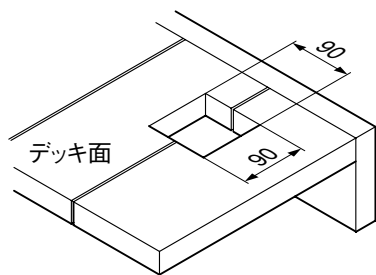
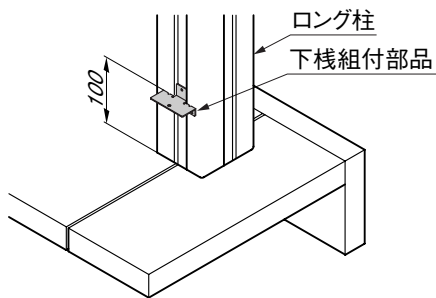

図7-1
図7-2
- ① 桁連結金具とコーナー柱化粧材をコーナー角に合わせて組付けた後、「下棧組付部品」を組付けてください。(「5-1 主柱(埋込仕様)の場合」参照)
- ① 下棧を主柱・コーナー柱に突き当てるように組付けてください
- ① 主柱の位置を決めて、デッキ面に柱孔加工を施してください。(図7-1参照)
- ② ロング柱に「桁連結金具1」を組付けてください。
- ③ 柱を入れ、デッキ面から100mmの位置に「下棧組付部品」がくる位置で柱を仮固定してください。(図7-2参照)